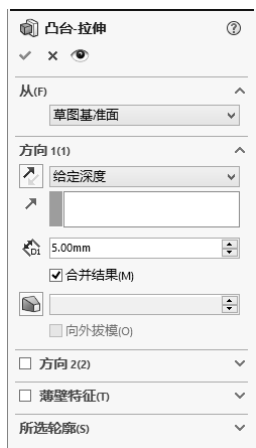
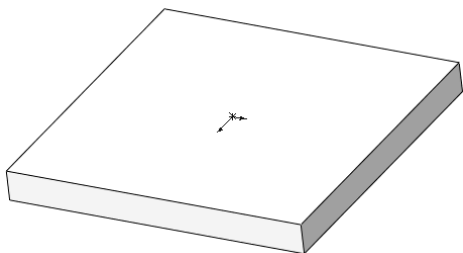

图 5-11 “凸台-拉伸”属性管理器 1
图 5-12 拉伸后的图形
3) 拉伸实体。选择菜单栏中的“插入”→“凸台/基体”→“拉伸”命令, 或者单击“特征”控制面板中的“拉伸凸台/基体”按钮 , 系统弹出图 5-11 所示的“凸台-拉伸”属性管理器。设置拉伸终止条件为“给定深度”, 输入拉伸距离为“5 mm”, 然后单击 (确定) 按钮。结果如图 5-12 所示。